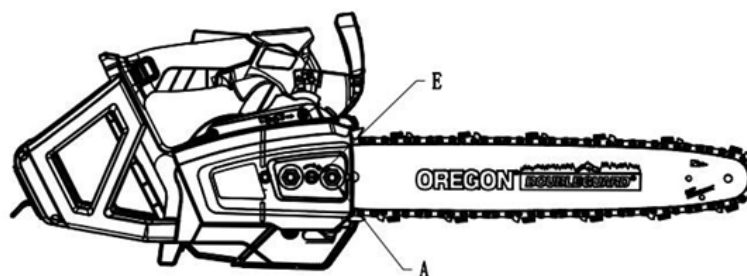

Fig 9
6. Halten Sie die Spitze der Stange nach oben und drehen Sie den Einsteller (E) im Uhrzeigersinn, bis die Kette genau an der Unterseite der Stange anliegt. Ziehen Sie dann die Ritzelabdeckungsmutter (A) fest, um die Ritzelabdeckung zu sichern (Abb. 9).